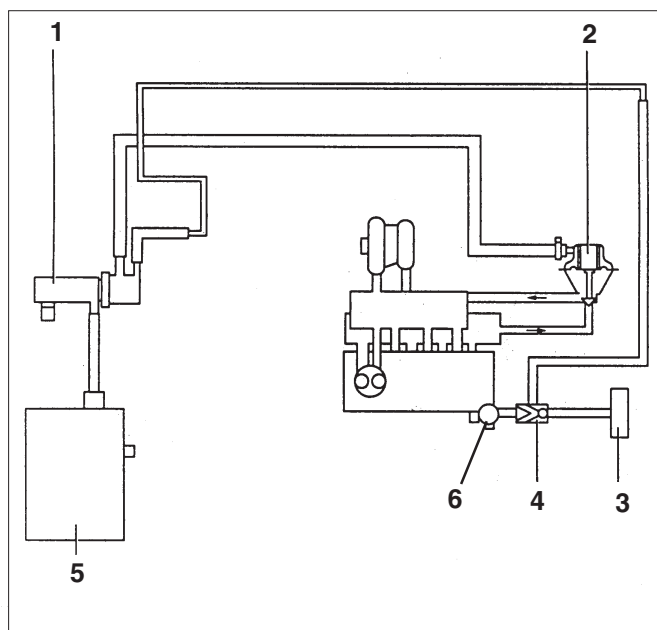

Abb. 10
5.4 Unterdruckanschlüsse, Abb. 10